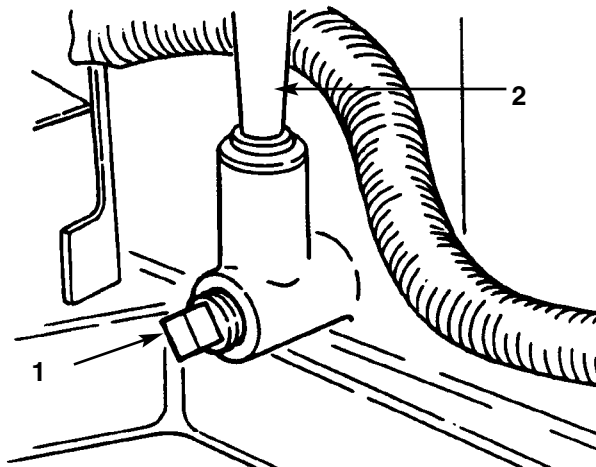

Fig. 33
2. Parkér klipperen slik at høyre, fremre side er litt lavere enn venstre, fremre side for å sikre at all oljen renner ut. Koble så fra knivkontrollen, sett på parkeringsbremsen og dreii tenningsnøkkelen til "OFF" (AV) for å stoppe motoren.
4. Sett en egnet beholder under peilepinnen/oljepåfyllingsrøret og ta ut dreneringspluggen (fig. 33).